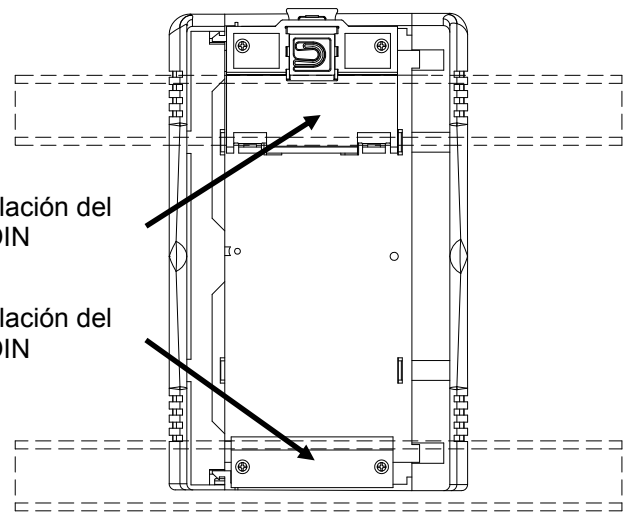

Figura 4. Vista posterior del FFI
3. La carcasa del FFI se instala sobre dos rieles DIN de 35 x 7,5 mm. Consulte la *Figura 4*.